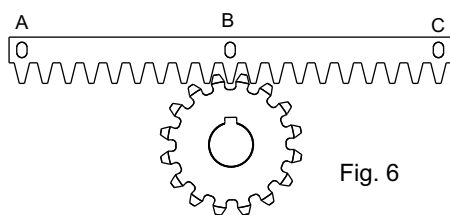
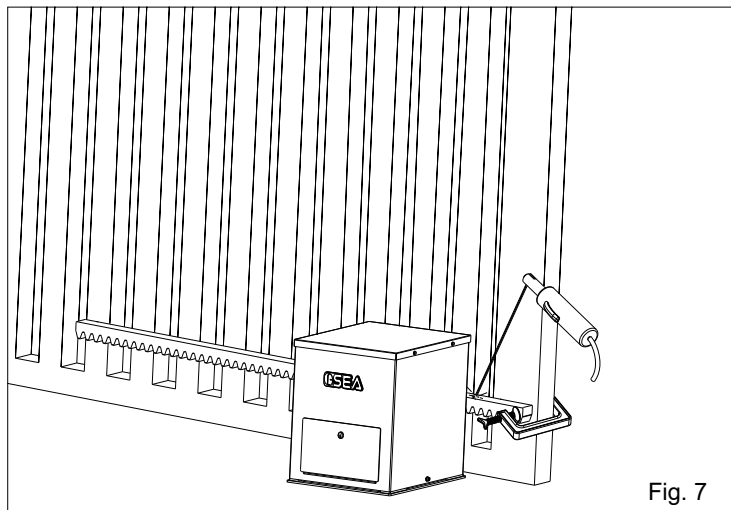

Fig. 6
Fig. 7
5.3. Poser l'élément de la crémaillère sur le pignon denté du motoréducteur de façon qu'il résulte parallèle à la guide du pavé du portail et le positionnant comme dans Fig. 6 pointer par soudure électrique le cliquet central "B" à la structure du portail (Fig. 7).